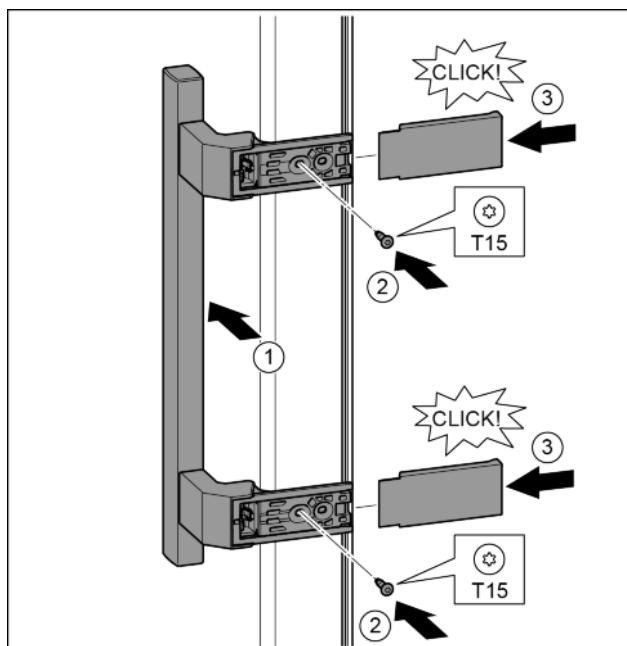

Fig. 18
- ▶ Встановіть ручку з протилежного боку. Fig. 18 (1)
- ▶ Закрутіть гвинти за допомогою викрутки T15. Fig. 18 (2)
- ▶ Встановіть кришки з боків та вставте їх. Fig. 18 (3)